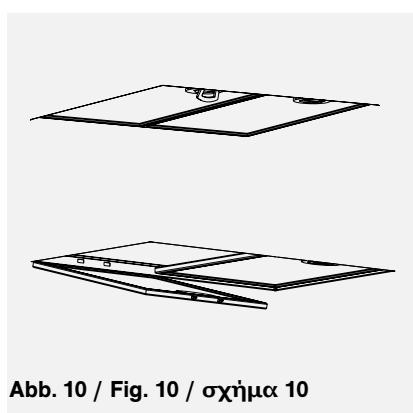

Abb. 10 / Fig. 10 / σχήμα 10
1. Retire os filtros metálicos (**fig. 10**).
Desmontagem do filtro cassette (fig. 10)